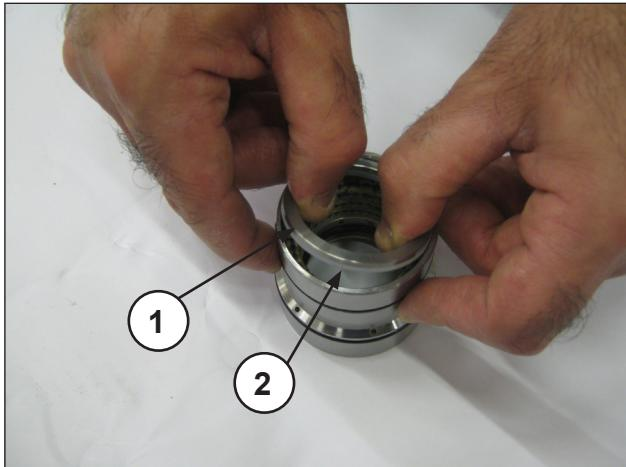
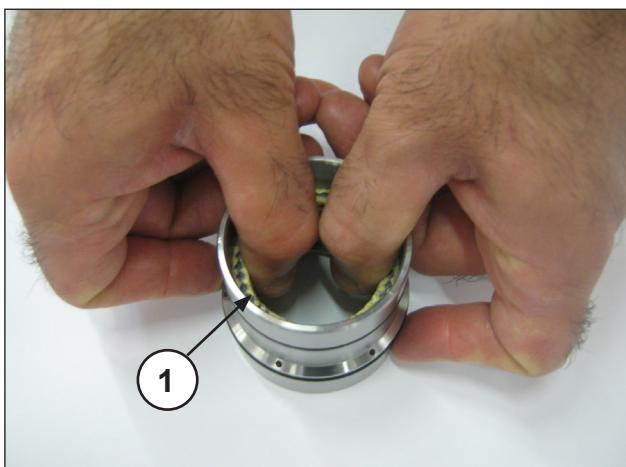

Рис. 25
Рис. 26
Отсоедините опору уплотнений от рубашки, выньте кольцо для пружины и маслосъемное кольцо (поз. ①②, Рис. 25) для того, чтобы открыть доступ к прижимным уплотнениям (поз. ①, Рис. 26).